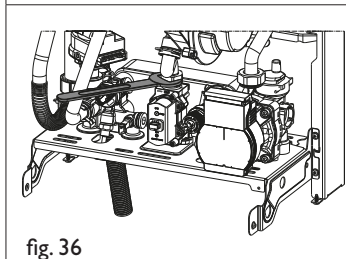

fig. 36
- Allentare il dado della rampa gas e togliere la molletta dal mixer (fig. 36)